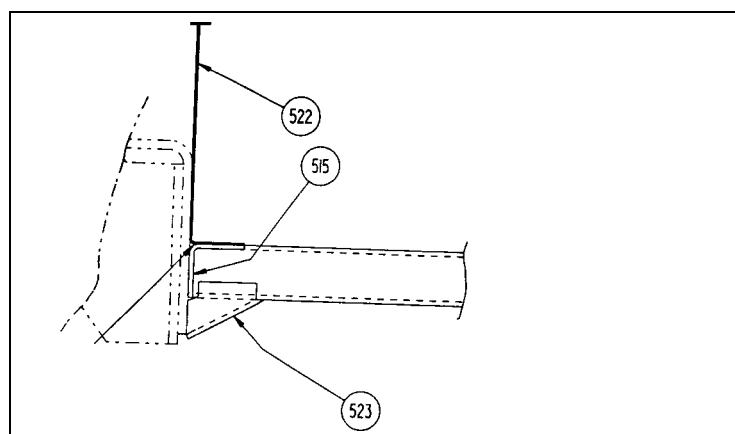

FIGURE 2: SUPPORT DE RENFORT
12. Vérifier si les pièces de renfort horizontales gauche (Prévost no 213260) et droite (Prévost no 213259) ont été ajoutées à la structure. Si non, vérifier s'il y a des fissures dans la soudure de l'article 523, gouger ou meuler jusqu'au métal sain aux endroits fissurés et resouder (voir la fig. 2). Ajouter les pièces de renfort horizontales et verticales en se référant aux cotes de soudure des figures 3 et 4.